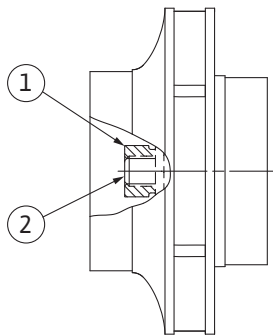

Fig. 107: Korrekt position for pumpehjulsmøtrikken efter installation
8. Hold fast i akslen med en gaffelnøgle (nøglevidde 22 mm), og spænd pumpehjulsmøtrikken med det foreskrevne tilspændingsmoment (se tabellen "Tilspændingsmomenter" [► 28]). Møtrikken (Fig. 107, pos. 1) skal cirka flugte $\pm 0,5$ mm med akselenden (Fig. 107, pos. 2). Gør den ikke det, løs da møtrikken, og gentag handlingstrinnene 4 ... 8.
9. Fjern gaffelnøglen, og monter beskyttelsespladen (Fig. I, pos. 27) igen.